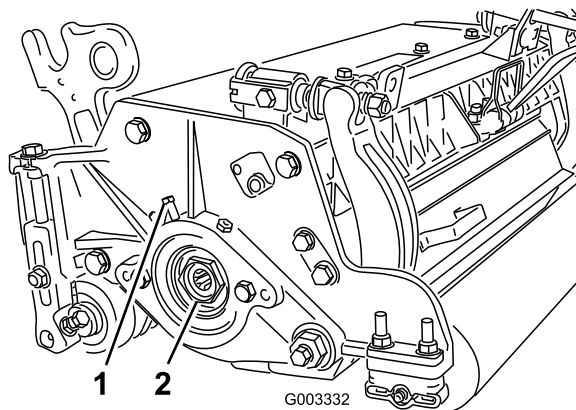

Bild 32
- A. Lösen Sie die externen Stellschrauben, mit denen die Einstellmutter des Lagers am Lagergehäuse links an der Schneideinheit befestigt ist (Bild 32).